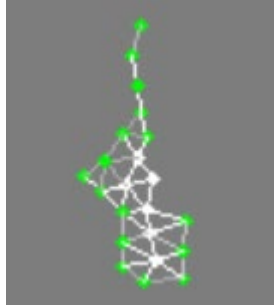

図 46 GNG_PathPlan ウィンドウ
- ② 図 45 のような gng ウィンドウには幾何的な環境地図の構造を保持しつつ占有情報も含んだトポロジカルマップが表示され, 図 46 のような GNG_PathPlan ウィンドウには gng ウィンドウに表示された地図と自己位置推定の結果をもとに, 経路を計画し, 目標追従や障害物回避の制御を行った結果を表示する. gng ウィンドウと GNG_PathPlan ウィンドウにおいて, 白色の丸い部分がノードであり, それらを繋ぐ線がエッジである. GNG_PathPlan ウィンドウにおける小さい緑色の丸は移動可能領域の輪郭ノードを示す.